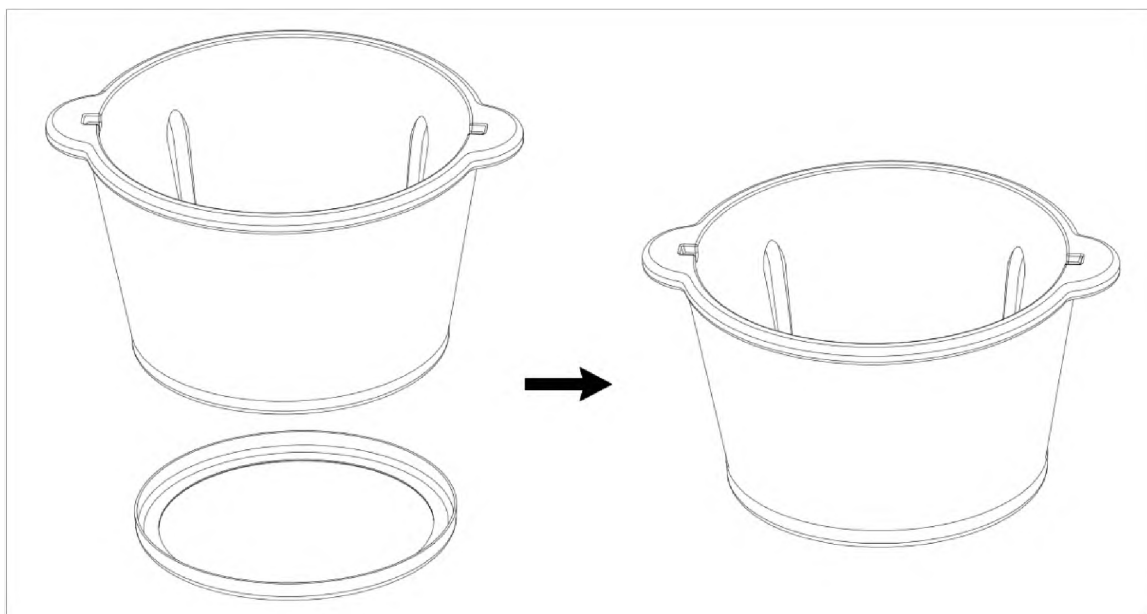

Figura 1
- a) Posizionare il contenitore sulla superficie antiscivolo. (Figura 1)